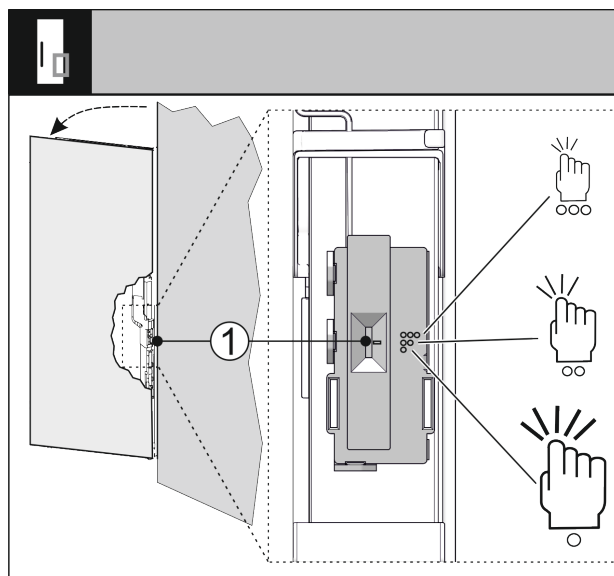

Fig. 70
Отрегулируйте чувствительность сигнала стука при помощи переключателя Fig. 70 (1). Переключатель находится со стороны петель на нижней трети двери.
- ▶ Установите переключатель Fig. 70 (1) в нужное положение.